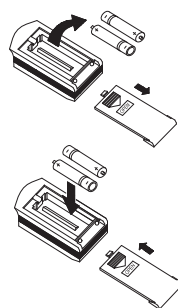

Рисунок 2 - порядок замены батареек в пульте управления
- Для извлечения батареек при замене, необходимо сдвинуть крышку пульта управления в направлении стрелки (см. рис. 2), извлечь батарейки и вставить новые, после чего установить крышку на место.